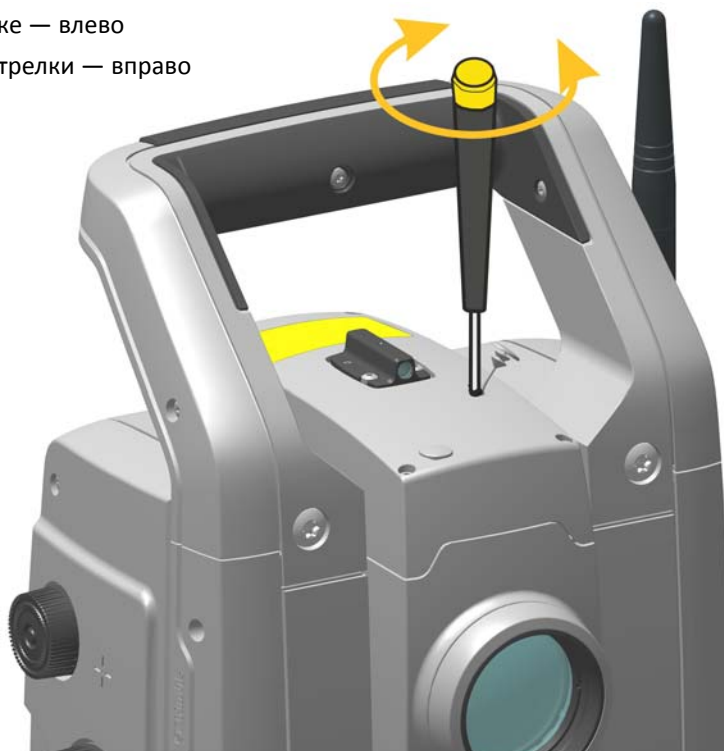

Рисунок 4.7. Юстировка положения лазерного указателя по горизонтали
3. Для корректировки положения лазерного пятна по горизонтали вставьте шестигранный ключ в отверстие для юстировки по горизонтали и поворачивайте его, как показано на рис. 4.7.